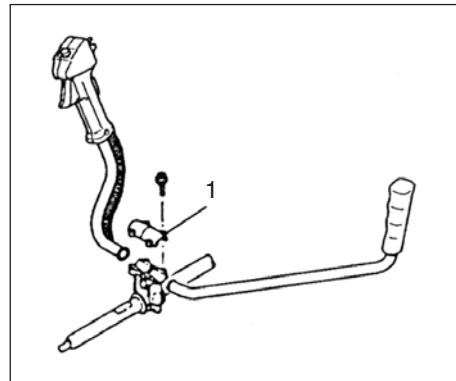

Fig. 1-2
Montaje del manillar (Fig. 1-2)
Quitar el soporte del manillar (1). (Fig. 1-2) Colocar los mangos y montar levemente el soporte con cuatro pernos. Ajustar hasta obtener la posición más cómoda y fijar definitivamente los pernos.